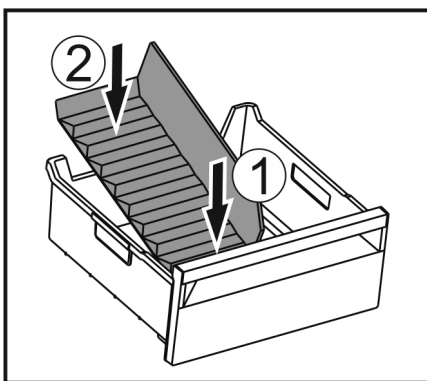

Fig. 139
- ▶ Voorste deel van de ijsvak-scheider plaatsen. Fig. 139 (1)
- ▶ Achterste deel van de ijsvak-scheider tot de bodem van de lade laten zakken. Fig. 139 (2)